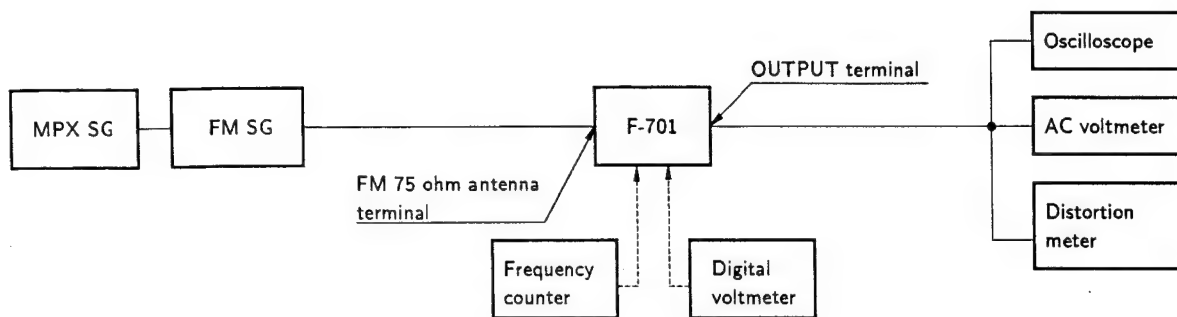

Fig. 1 FM Tuner Connection
- Raccorder comme illustré à la figure 1.